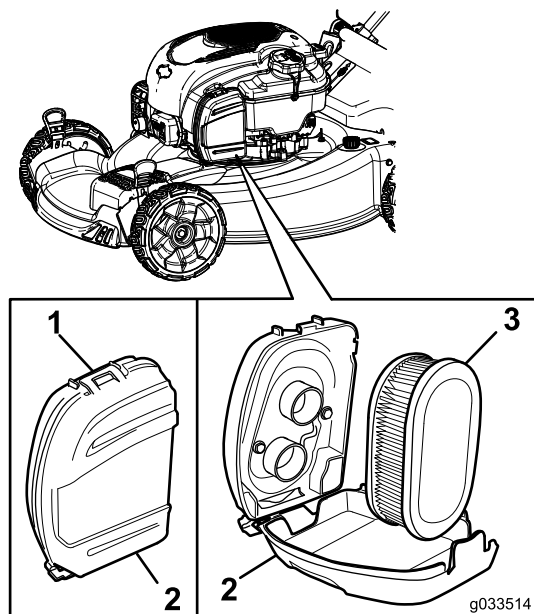

Figura 24
- Abra los cierres de la parte superior de la tapa del filtro de aire (Figura 24).
- Retire el filtro de aire (Figura 24).